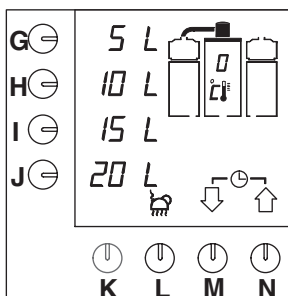

Fig. 6 Activation du générateur eau chaude
Le générateur eau chaude se remplit et le "Programme de Détection Automatique du Point d'Ebullition" (durée: environ 30 minutes) est activé. Ce programme d'étalonnage détecte le point d'ébullition de l'eau à l'endroit où la machine est effectivement utilisée. Ce point d'ébullition dépend en partie de la pression atmosphérique locale et est d'environ 100°C au niveau de la mer, tandis qu'à une altitude de 2.000 m. le point d'ébullition se trouve à environ 97 °C. Le point d'ébullition sera affiché sur l'écran de contrôle (fig. 6). Le système définira lui-même la température optimale basée sur le point d'ébullition mesuré; celle-ci est toujours de env. 4 °C en dessous du point d'ébullition. Après cela, la température de l'eau sera affichée après avoir appuyé la touche de mise sous tension (L.).
- La figure 6 s'affiche sur l'écran de contrôle.